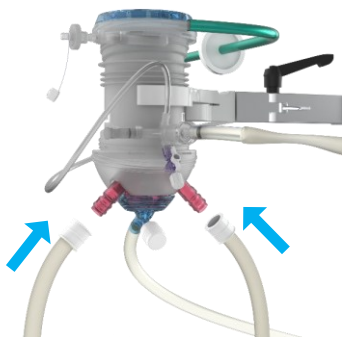

Figura 14 Conectarea tubulaturii termice la oxigenatoare
- Conectați tubulatura termică la oxigenatoare (Figura 14) utilizând conectorii de apă (Figura 7, articolul 25). Fiecare oxigenator are doi conectori pentru tubulatura termică, iar oricare dintre conectori poate fi utilizat pentru intrare sau ieșire. Asigurați-vă că un tub este conectat la intrarea termică și unul la ieșirea termică (Figura 7).